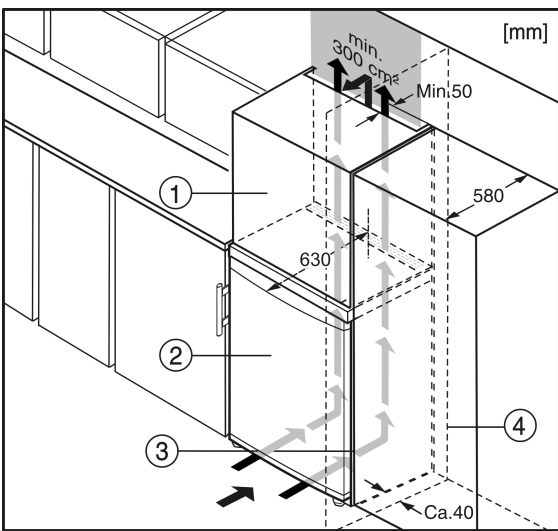

Fig. 6
- (1) Opbouwkast
- (2) Apparaat
- (3) Keukenkast
- (4) Wand
Het apparaat Fig. 6 (2) kan worden ingebouwd in de keuken. Om het apparaat aan de hoogte van het keukenblok aan te passen, kunt u er een passende opbouwkast Fig. 6 (1) op plaatsen.*
Bij ombouw met keukenkasten (max. diepte 580 mm) kan het apparaat direct naast de keukenkast Fig. 6 (3) worden opgesteld. De apparaatdeur steekt opzij 34 mm en in het midden van het apparaat 50 mm uit ten opzichte van het keukenkastfront. Hierdoor is de deur zonder problemen te openen en sluiten.*
Plaats u het apparaat met de scharnierkant naast een muur *Fig. 6 (4)*, dan moet de afstand tussen apparaat en muur minstens 40 mm bedragen. Dit in verband met het uitsteken van de deurgreep bij een geopende deur.*